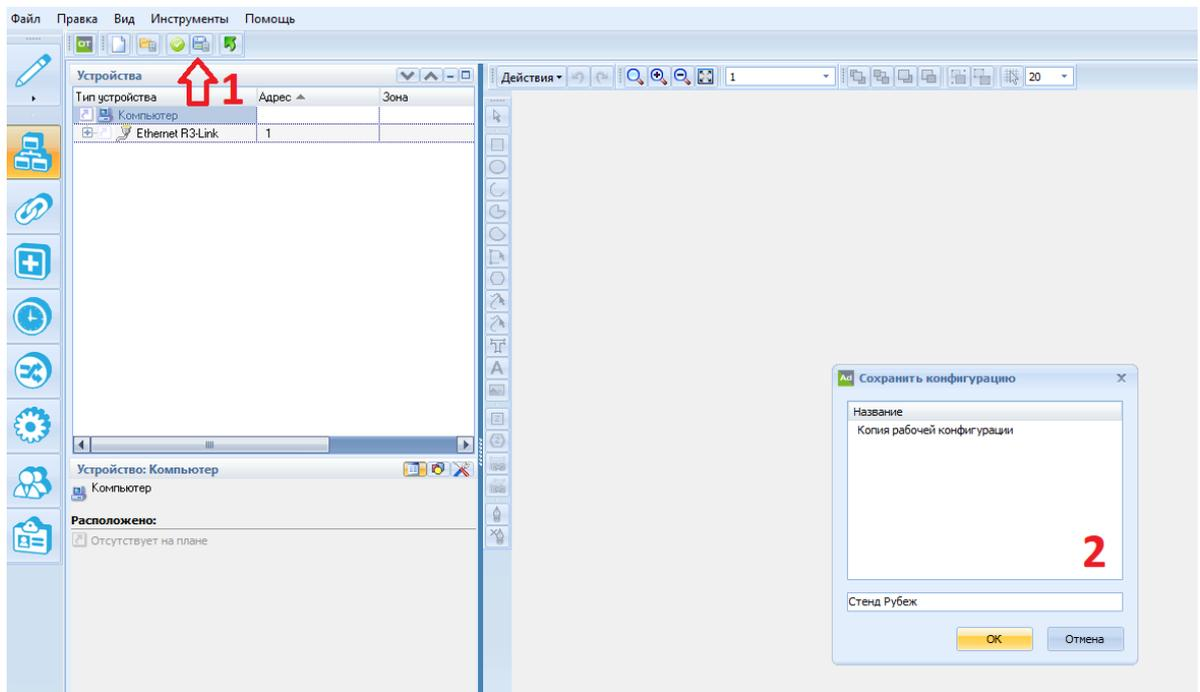

Рисунок 29.1 – Окно приложения «Администратор»
1) Запустить приложение «Администратор» ПО FireSec (4) и открыть нужную конфигурацию.
2) Воспользовавшись кнопкой  «Сохранить копию конфигурации на сервере как...», сохранить конфигурацию на сервере (рисунок 29.1).